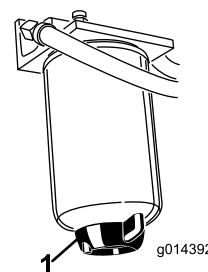

Figura 47
Retire a água ou outro tipo de contaminação do separador de água (Figura 47) diariamente. Substitua o recipiente do filtro após cada 400 horas de funcionamento.
2. Liberte o tampão de escoamento que se encontra na zona inferior do recipiente do filtro (Figura 47).